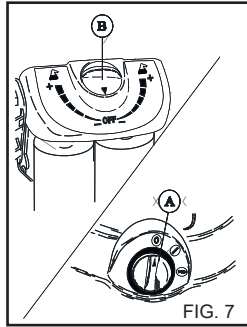
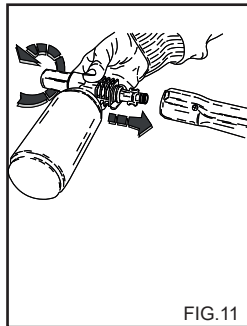

FIG. 7
FIG.11
- 3) Запустите аппарат, переведя выключатель в положение 1 (рис. 7А).
- 5) Для использования горячей воды, переведите переключатель в положение подачи горячей воды (рис. 7А).
Некоторые модели требуют постановки выключателя зажигания (рис. 7А) в положение подачи горячей воды перед выполнением вышеописанных действий.
- 1) Отключите горелку, повернув выключатель в положение «I» (рис. 7А).
- 3) Выключите аппарат, повернув выключатель в положение «0» (рис. 7А).
2) Снимите насадку с пистолета и присоедините насадку для распыления моющего средства (рис. 11), включите аппарат и распылите раствор на загрязненную поверхность снизу вверх. Для моделей с функцией всасывания моющего средства, откройте кран бака с моющим средством (рис. 7В) переведите насадку вперед. Оставьте раствор на несколько минут.